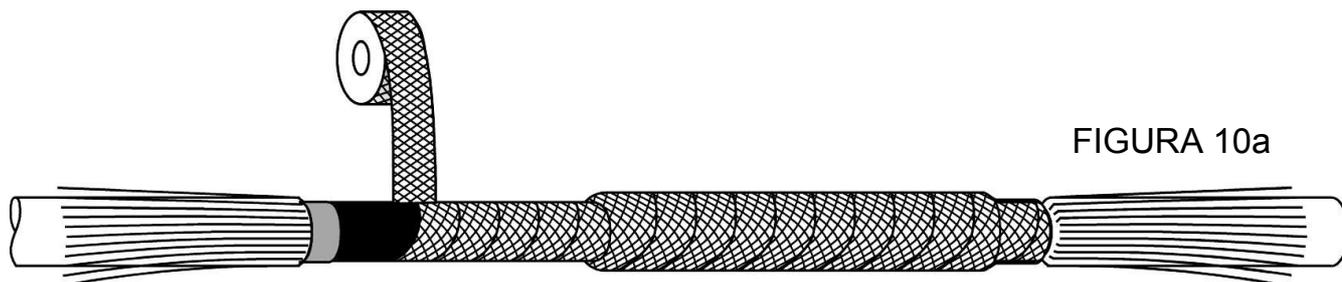

FIGURA 10a
10 – Passar uma camada de TECIDO CONDUTOR (19) sobrepondo cada volta em aproximadamente 50 % como mostra a FIGURA 10a. Deixar um resto de TECIDO CONDUTOR (19) de no mínimo 300 mm no final.